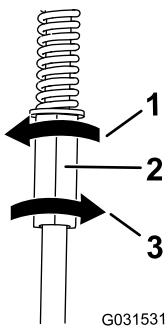

Figura 54
4. Rode a barra de controlo de elevação em incrementos de um quarto de volta até que máquina se desloque a direito (Figura 54).